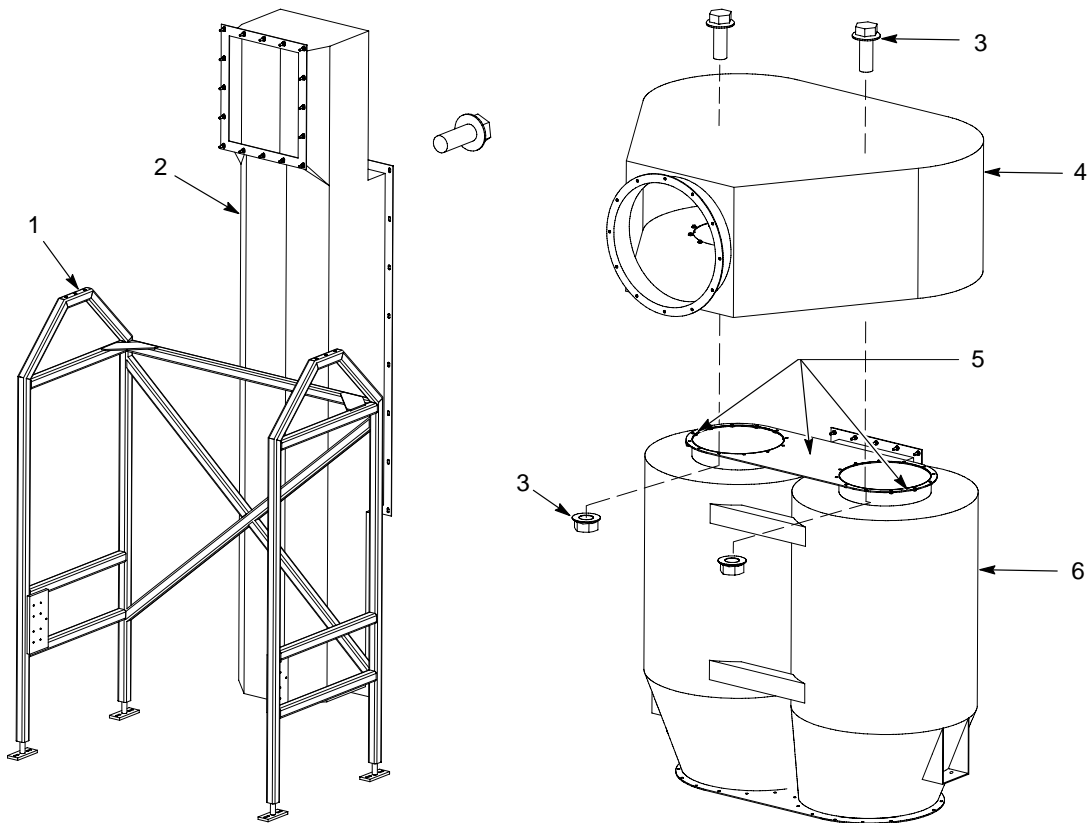

Figura 11 Posicionamento da estrutura de suporte dos ciclones e do conjunto dos ciclones/parte superior dos ciclones (típico)
1. Consulte a figura 11. Posicione as pernas traseiras da estrutura de suporte (1) dos ciclones aproximadamente 2 ft (pés) em frente da conduta de extracção (2).
2. Aplique um cordão de massa vedante RTV (5) à roda da flange superior da metade superior dos ciclones (6).
3. Monte a parte superior dos ciclones (4) na metade superior dos ciclones e fixe-a com parafusos e porcas de $\frac{3}{8}$ -16 x 1 in.. Aperte bem os parafusos.